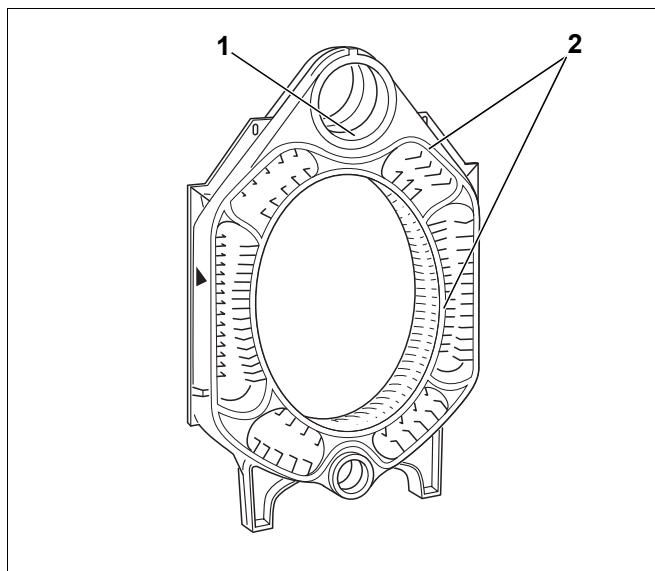

Bild 17 Mittelglied vorbereiten
- Dichtflächen der Naben mit Dichtmittel einstreichen (Bild 17, **Pos. 1**).
- Dichtfedern mit Haftmittel (Haftgrund) einstreichen (Bild 17, **Pos. 2**).